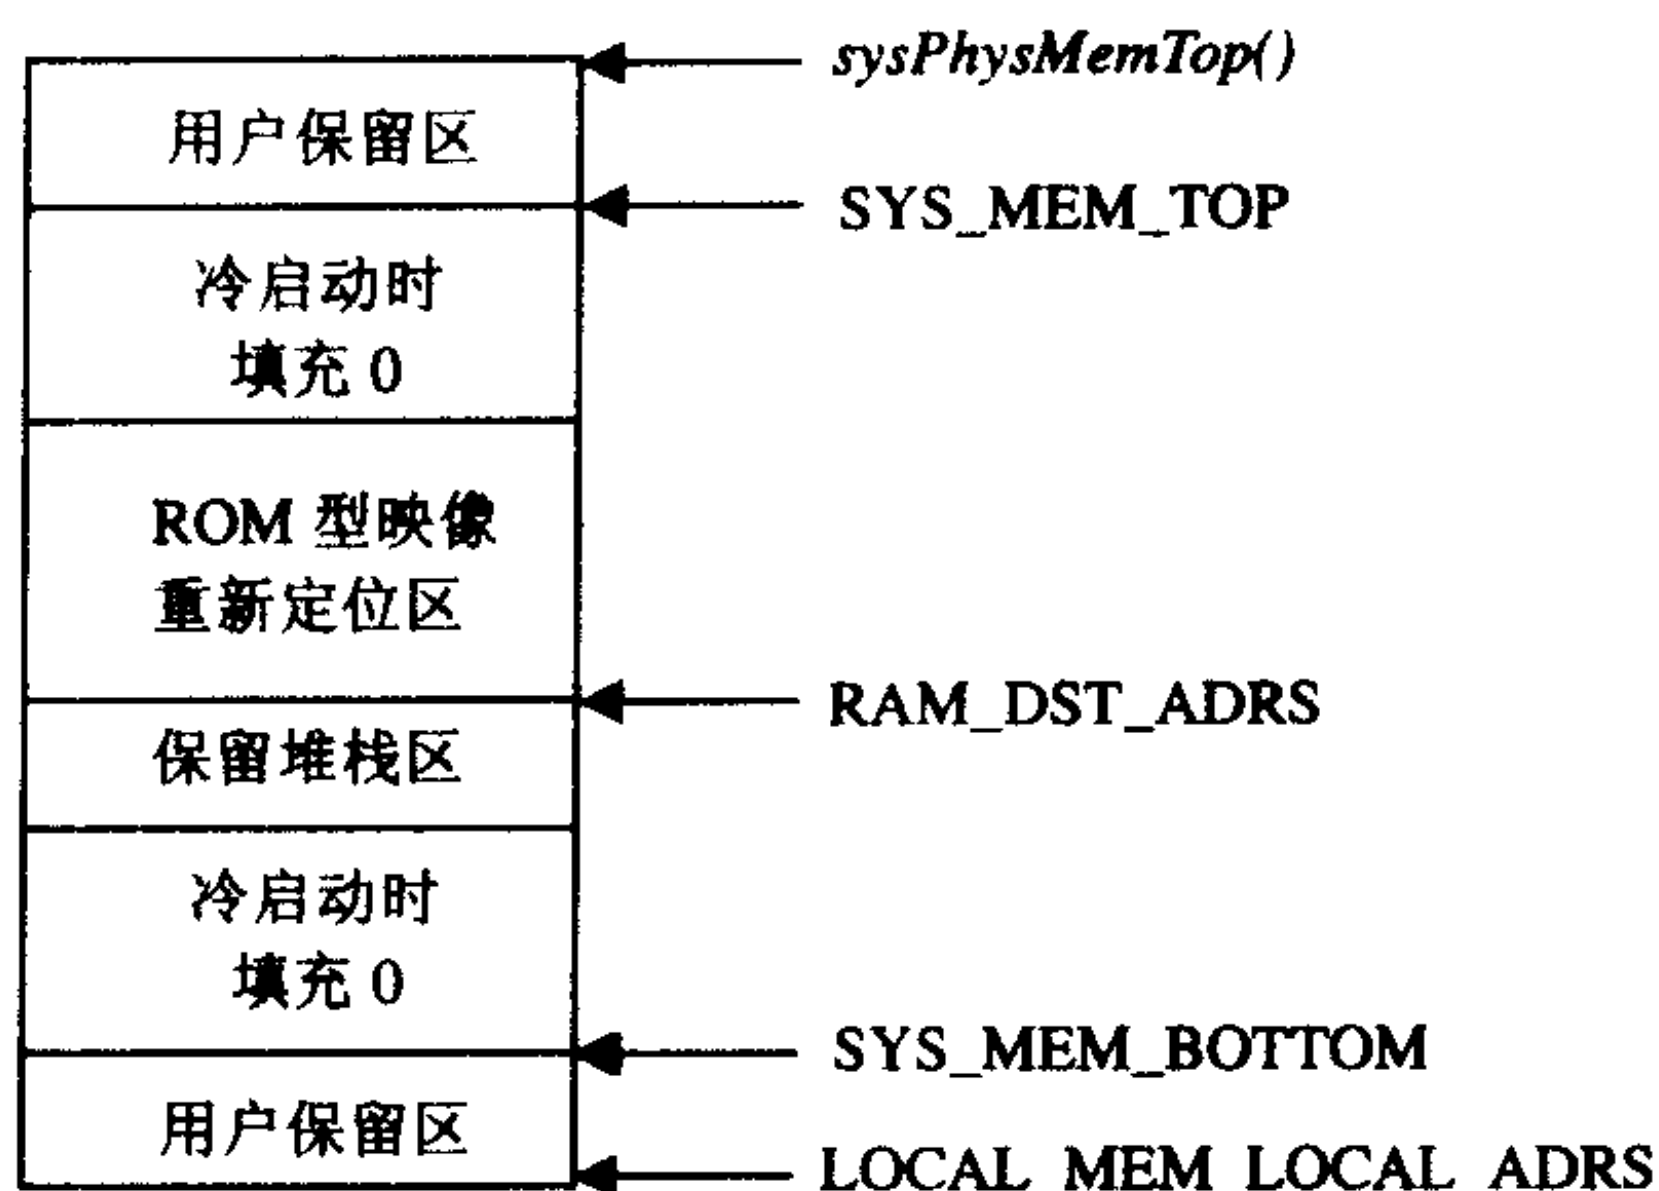

图 13.4 RAM 布局
(2) RAM 的布局如图 13.4 所示。
从图 13.4 中可以发现用户保留区处于 RAM 空间的顶端和底部，映像重新定位区位于保留堆栈区的上面。